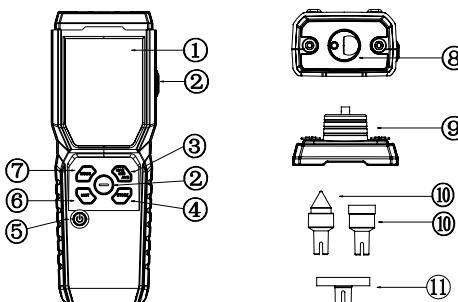

Fig. 1
V. Structure extérieure(Fig.1)